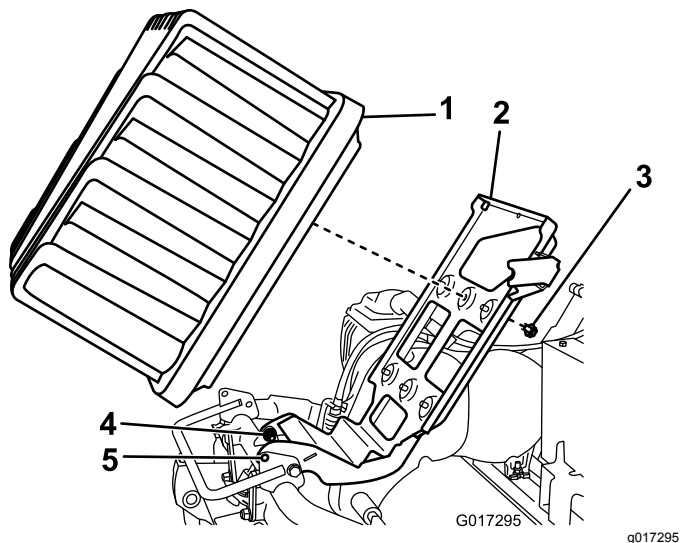

図 12
5. ピボットボルトとナット2組それぞれを半回転ずつゆるめる 図 12。
6. バッテリープラットフォームを上昇させて、ベースとフレームのロック穴をそろえる 図 12。